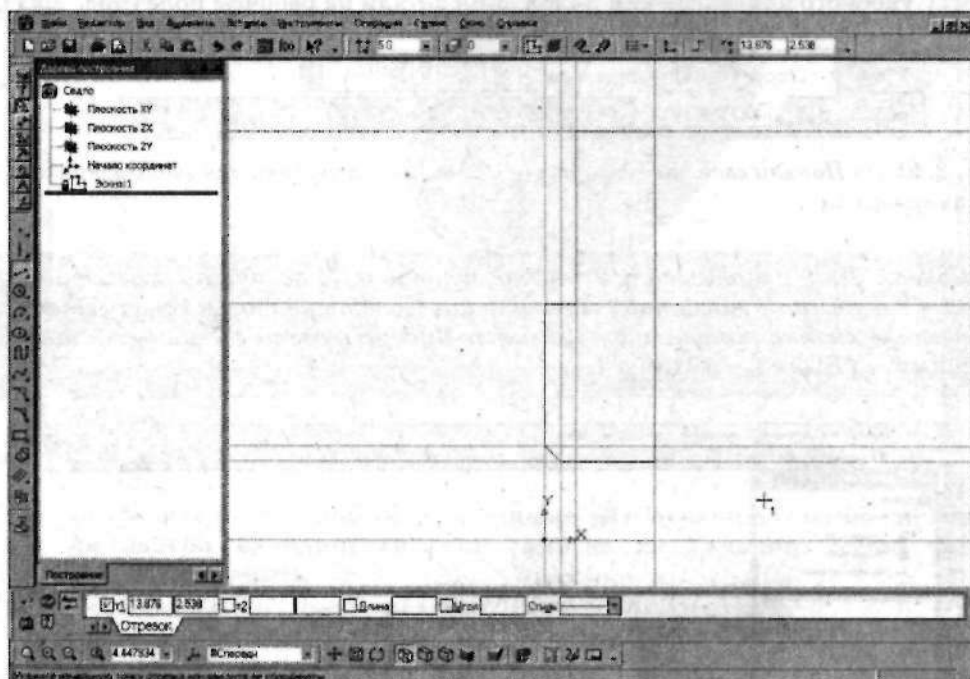

Рис. 2.39. Так выглядит эскиз детали Седло
11. Теперь следует выполнить обводку эскиза. Для этого необходимо выбрать тип линии *Основная* и последовательно соединить точки пересечения прямых в соответствии с эскизом, изображенным на рис. 2.39.